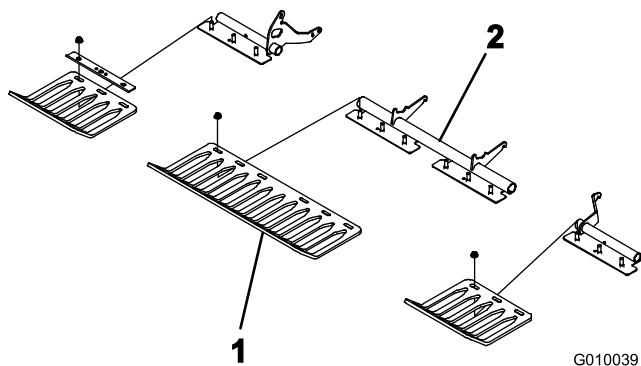

Figura 23
3. Instale, sem apertar, os protectores de relva nos suportes dos protectores de relva com 4 braçadeiras para os suportes de relva e 12 porcas flangeadas (Figura 23). Não aperte os dispositivos de fixação.
Nota: As braçadeiras para os suportes de relva e as porcas flangeadas são expedidas presas aos suportes dos protectores de relva (Figura 23).